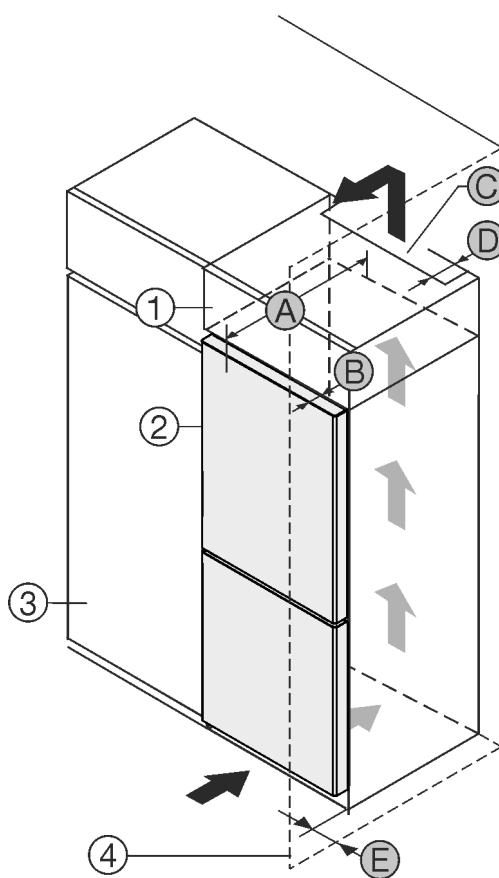

Fig. 1
A készülék közvetlenül a konyhaszekrény *Fig. 1 (3)* mellé állítható.*
A rátétszekrény hátoldalán egy megadott mélységű *Fig. 1 (D)* szellőzőaknát kell kialakítani a rátétszekrény teljes szélességében.*
A mennyezett alatt be kell tartani a szellőző keresztmetszetet *Fig. 1 (C)*.*
Ha a készüléket a zsanérjaival a fal *Fig. 1 (4)* mellé állítja fel, legalább 13 mm távolságot kell tartani a faltól.*
Ha a készüléket a zsanérjaival a fal *Fig. 1 (4)* mellé állítja fel, legalább 20 mm távolságot kell tartani a faltól.*
Ahhoz, hogy az ajtót teljesen ki tudja nyitni, a készüléknek a konyhaszekrény elülső oldalához képest legalább az ajtó mélységének *Fig. 1 (B)* megfelelően ki kell állnia. A konyhaszekrények *Fig. 1 (3)* mélységétől és a fali távtartók használatától függően a készülék nagyobb mértékben is túllóghat előre felé.*